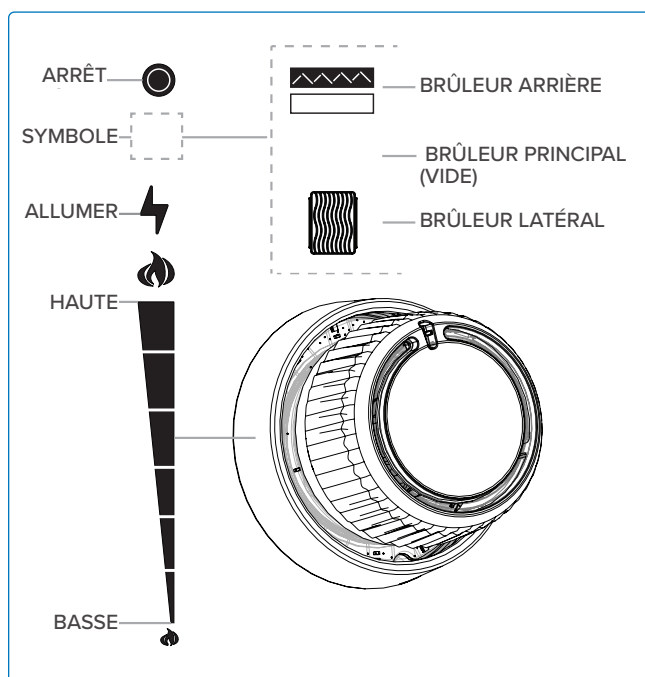

Fig. 7
4. Si le brûleur ne s'allume pas dans les 5 secondes, tournez le bouton de commande du brûleur dans le sens horaire jusqu'à la position ARRÊT. Attendez 5 minutes. Répétez les étapes 2 et 3. **(Fig. 6E & Fig. 7).**